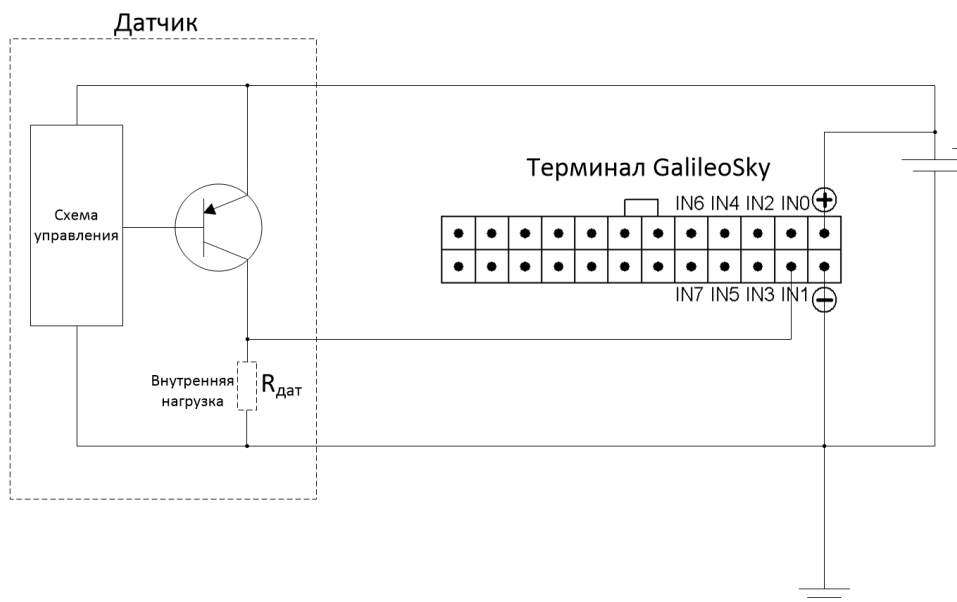

Рисунок 16. Подключение датчика с PNP выходом
- 1) Для подключения к ДАВ датчика с PNP транзистором на выходе необходимо подключить нагрузку датчика к минусу (GND) терминала. Выход подключить к одному из входов IN0-IN7 (Рис. 16).